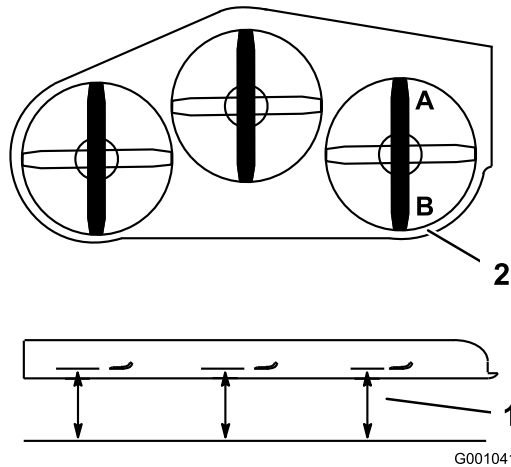

Figura 73
1. Coloque la cuchilla derecha en posición longitudinal (Figura 73).
2. Mida la cuchilla derecha en la posición **A** desde una superficie nivelada hasta el filo de corte del extremo de la cuchilla (Figura 73).
4. Mida la cuchilla derecha en la posición **B** desde una superficie nivelada hasta el filo de corte del extremo de la cuchilla (Figura 73).
6. La cuchilla del cortacésped debe estar entre 6 y 10 mm más baja en la posición **A** que en la posición **B** (Figura 73). Si no es correcta la distancia, continúe con los pasos siguientes.